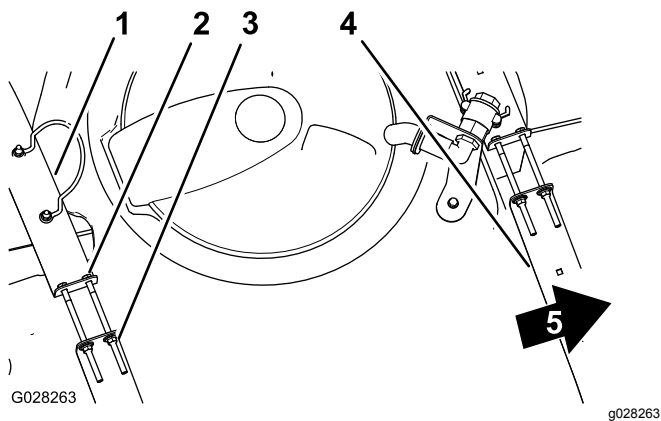

图18
- 检查药缸箍带与药缸之间是否有任何活动图18。
- 如果药缸箍带与药缸之间有松动应拧紧箍带顶部的凸缘锁紧螺母和螺栓直到箍带与药缸表面齐平图18。